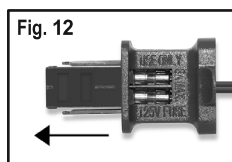

Fig. 12
2. Faites glisser le couvercle d'accès aux fusibles du côté du cordon (dans le sens de la flèche, figure 12) pour exposer les fusibles.